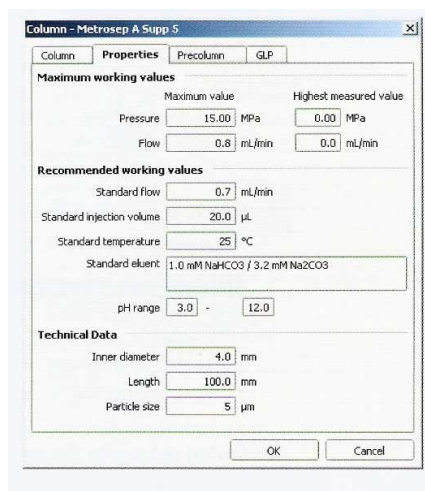

Figura 9.6 – Janela do software Magic Net IC, coluna.
- Nomeie a coluna (Por ex: Coluna de ânions), com na Figura 9.6.